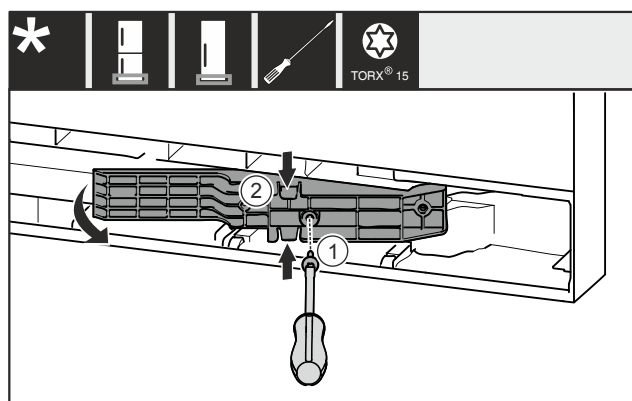

Fig. 22 *
- Извлеките винт Fig. 22 (1)*
- Слегка сожмите деталь адаптера Fig. 22 (2) сверху и снизу и извлеките ее.*